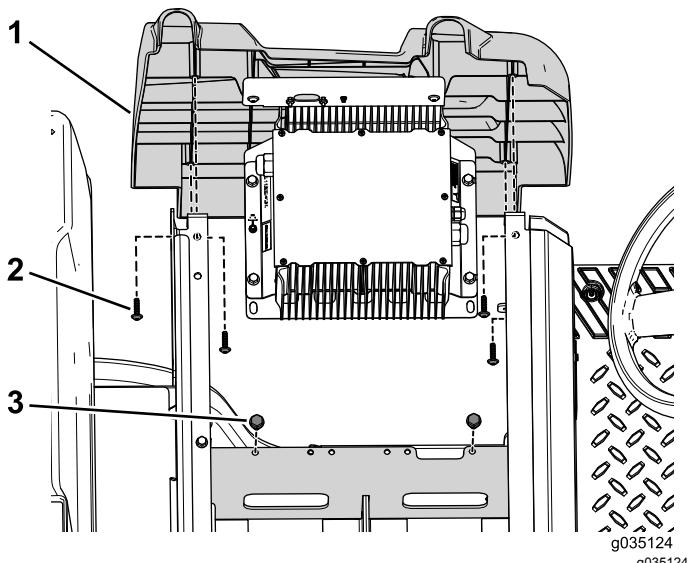

Bild 10
2. Entfernen Sie die zwei Schrauben, mit denen die Halterung des Ladegeräts am Batteriefach befestigt ist (Bild 10).
3. Entfernen Sie die vier Blechschrauben ab, mit denen die linke Seitenwand an der Maschine befestigt ist (Bild 10).
1. Befestigen Sie die linke Seitenwand mit den zuvor entfernten vier Blechschauben (Bild 10).
2. Befestigen Sie die Halterung des Ladegeräts mit den beiden zuvor entfernten Schrauben am Batteriefach (Bild 10).